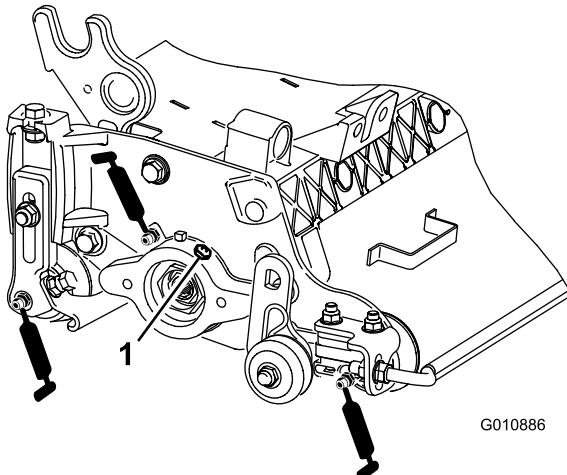

Figura 15
2. Applicate il grasso fino a quando non esce grasso pulito dalle guarnizioni dei rulli e dalla valvola di sfogo dei cuscinetti (Figura 15).